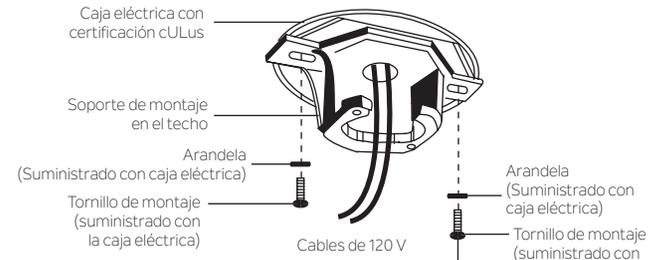

Figura 6
Paso 3. Pase los cables de suministro de 120 voltios desde la caja de salida del techo a través del centro del soporte de montaje del techo. **(Figura 6)**
Paso 4. Fije el soporte de montaje del techo a la caja de salida usando los tornillos y las arandelas incluidos con la caja de salida. **(Figura 6)**